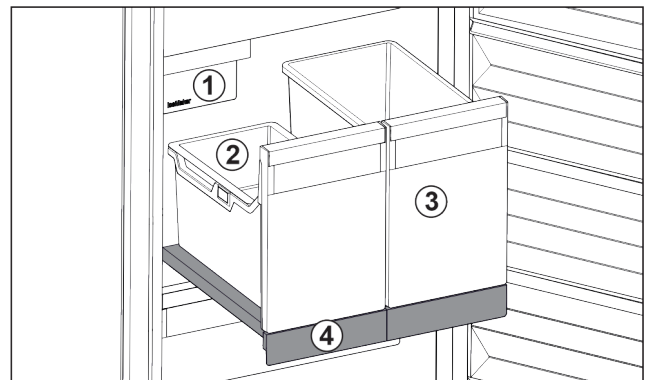

Fig. 117 Izvlečna polica z IceTower
Na izvlečni polici sta dve visoki posodi (IceTower). V posodi Fig. 117 (2) se zbirajo in skladiščijo ledene kocke iz IceMaker. Posoda Fig. 117 (3) je primerna za shranjevanje višjih živil, kot so pice ali alkoholne pijače.